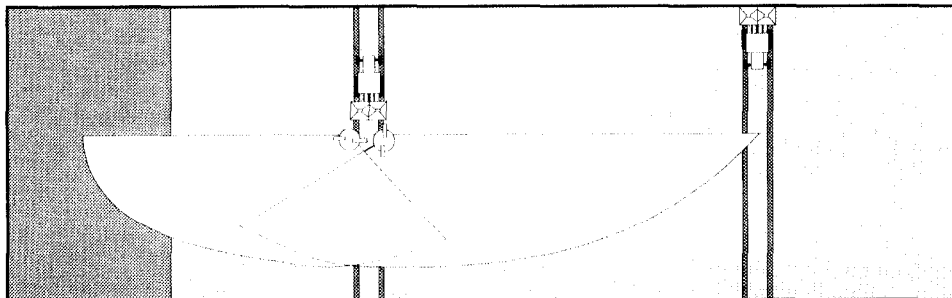

Fig. 7.7
7.1.2.2.2 Kantspridning intill egen likartat brukad åker (Fig. 7.7)